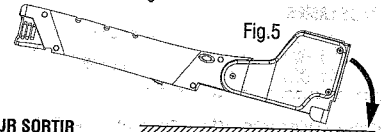

Fig. 5
2. Frappez le matériau à être agrafé avec la plaque de mise en action comme montré dans la fig. 5.